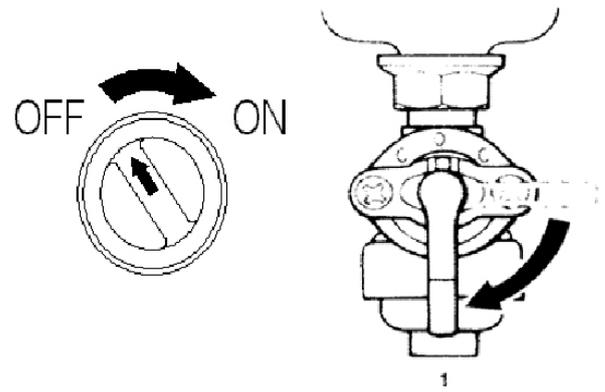

Рис.11
1. Встановіть запірний кран в лінії подавання палива в положення ON («УВИМК.») (Рис.11).